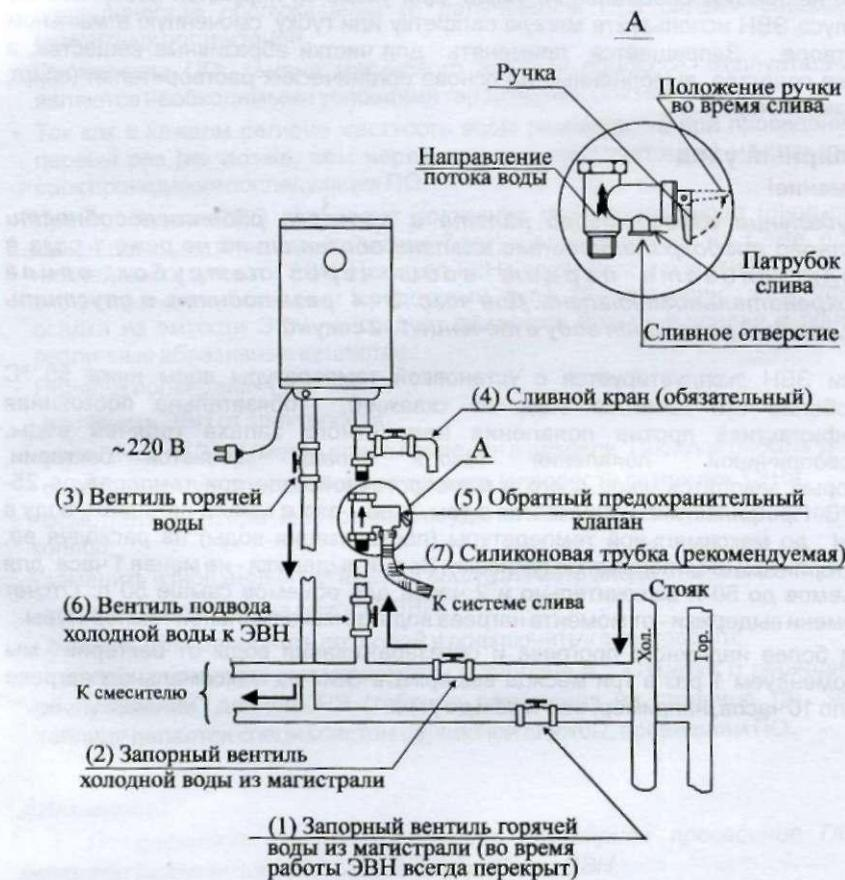

Рисунок 5 - Схема подключения к водопроводной сети
- Заполните ЭВН водой. Для этого перекройте запорный вентиль горячей воды из магистрали (1), закройте сливной кран (4), откройте запорный вентиль холодной воды из магистрали (2), вентиль подвода холодной воды к ЭВН (6), вентиль горячей воды (3) и кран горячей воды на смесителе. ЭВН заполнен, когда из крана горячей воды на смесителе начнет вытекать, с полным напором, вода. Закрыть кран горячей воды на смесителе (см. рисунок 5).
- При необходимости полного слива воды из ЭВН (например, при профилактике) надо отключить его от электрической сети, перекрыть вентиль подвода холодной воды к ЭВН (6), вентиль горячей воды (3) должен быть открыт, открыть кран горячей воды на смесителе и сливной кран (4), через который и сплыть воду (см. рисунок 5).